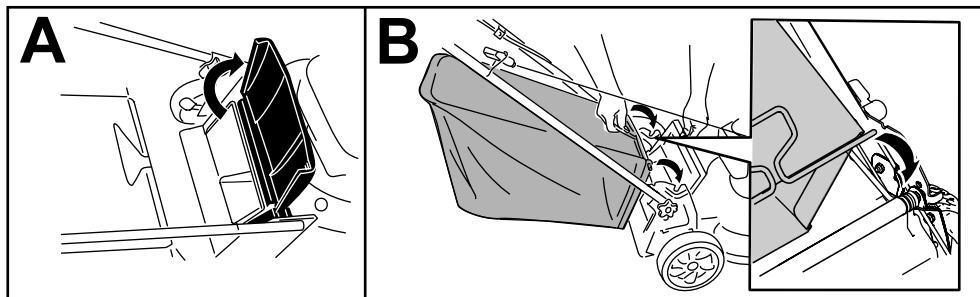

Figura 15
1. Sollevate il deflettore posteriore e tenetelo sollevato (A di Figura 15).
2. Montate il cesto di raccolta, accertandovi che i suoi perni siano inseriti nelle tacche presenti sulla stegola (B di Figura 15).